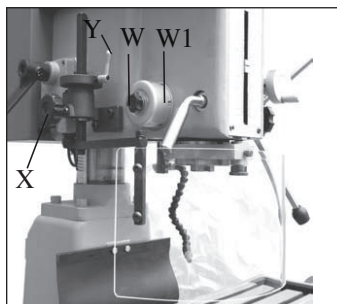

Rys.10
5. W wycięcie tulei V-rys.10 włożyć klin U-rys.10 i uderzać weń lekko młotkiem, aż narzędzie lub trzpień chwytowy wypadnie.